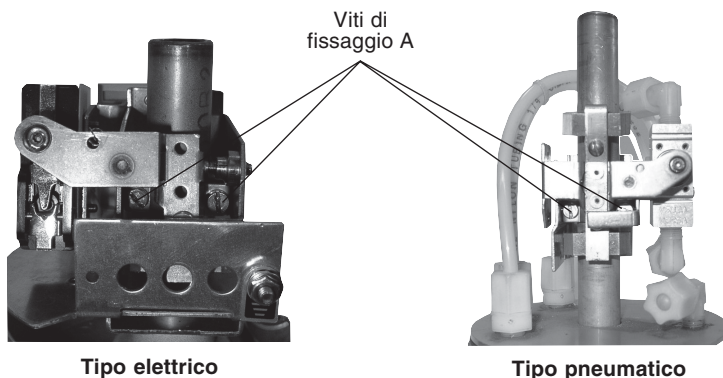

Fig. 6 - Meccanismo interruttore elettrico e pneumatico
Per spostare il meccanismo si deve allentare la vite di fissaggio (fig. 6) in modo da permettere all'interruttore di scorrere liberamente lungo il pozzetto amagnetico, fissare quindi il meccanismo nella nuova posizione; per il meccanismo inferiore occorre anche togliere la vite di blocco alla piastra.
- 2 - Allentare le 2 viti di fissaggio "A" del meccanismo al pozzetto (vedi fig. 6 tipo elettrico) e sfilare il meccanismo interruttore dal pozzetto amagnetico.
- 2 - Allentare le 2 viti di fissaggio "A" del meccanismo al pozzetto (vedi fig. 6 tipo pneumatico) e sfilare il meccanismo interruttore dal pozzetto amagnetico.